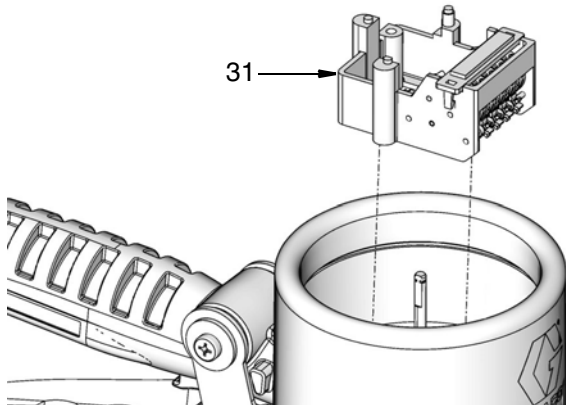

ABB. 19
7. Die komplette Zählereinheit (31) entfernen (ABB. 19).